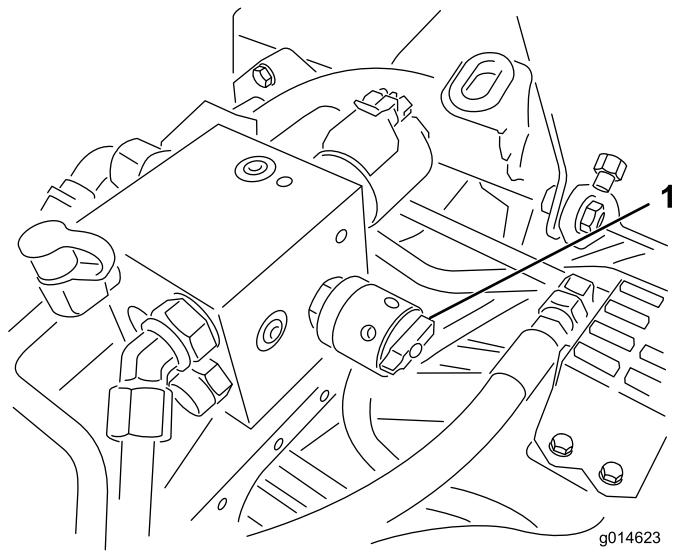

Figure 50
6. Tournez la commande de vitesse des cylindres à la position 1 (Figure 50).